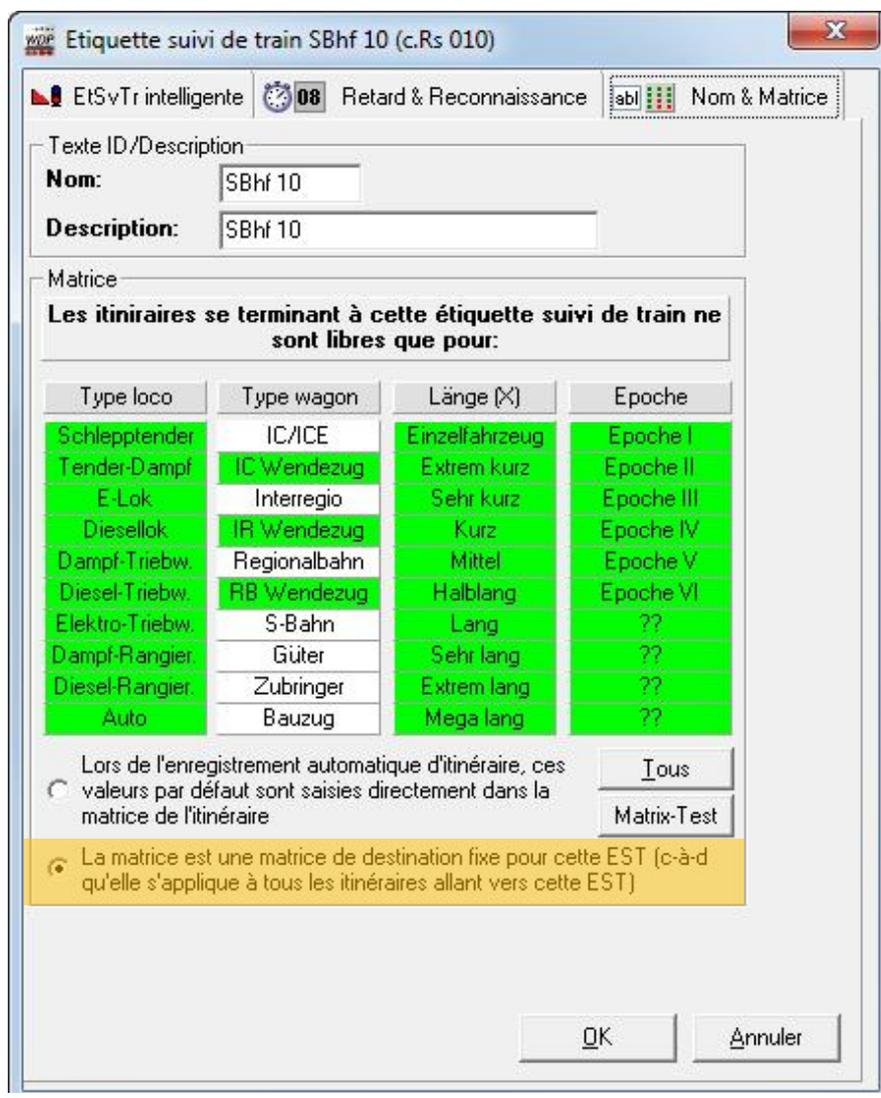

Fig. 24
1. Seules les ESTi doivent être utilisées. Toutes les longueurs des contacts RS doivent être saisies, et l'option matrice destination fixe doit être sélectionné (Fig. 24 option surlignée en jaune).